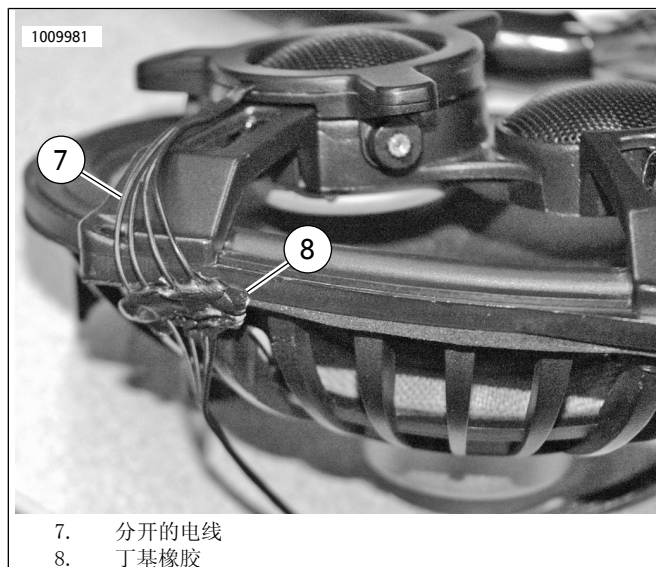

图6。
12. 沿高音扬声器桥接支腿布设线缆(4)。将套件中的胶带(5)剪切至适当长度，然后用其将线缆固定至高音扬声器桥接背面。在灯模组附近找到可将线路单独分开的位置。参见图6。检查确认此分开的电线(7)区域位于扬声器密封垫上。将少量(豌豆大小)丁基橡胶(8)条置于密封垫区域分开的电线上。使用线缆扎带将线缆固定至扬声器背面。